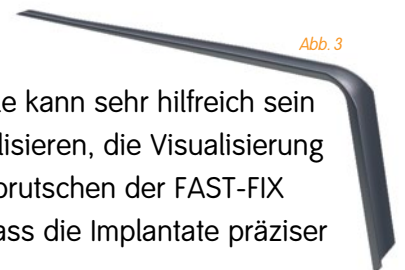

Abb. 3
2. Bringen Sie die FAST-FIX 360 Applikationsnadel durch den gewählten Zugang in das Gelenk ein. Die Verwendung der geschlitzten Metallkanüle (separat bestellbar) vereinfacht diesen Arbeitsschritt (Abb. 3).